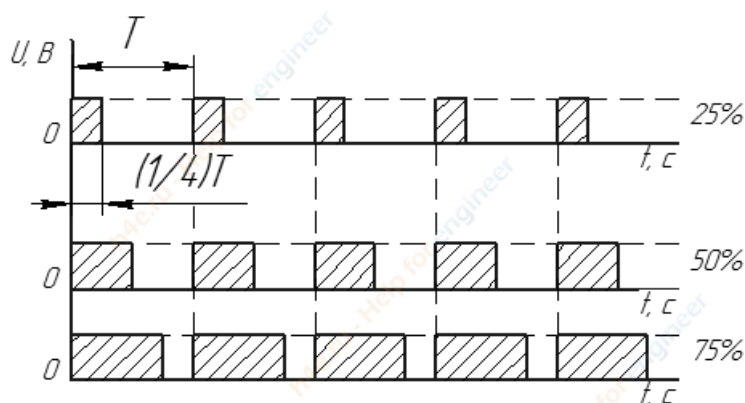

Рисунок 1 – Скважность импульсов
Широтно-импульсная модуляция применяется в технике, как способ преобразования переменного напряжения в постоянное, с изменением его среднего значения. Управление средним значением напряжения происходит путем изменения скважности импульсов. Скважность импульса (S) – это отношение периода импульса к его длительности (рис. 1). Скважность описывается формулой:
На рис. 1 изображены импульсы, которые возникают с определенной периодичностью. Рассмотрим первый случай. Длительность импульса равна $\frac{1}{4}$ периода T , значит скважность равна 4. Аналогично выполнение для остальных случаев.